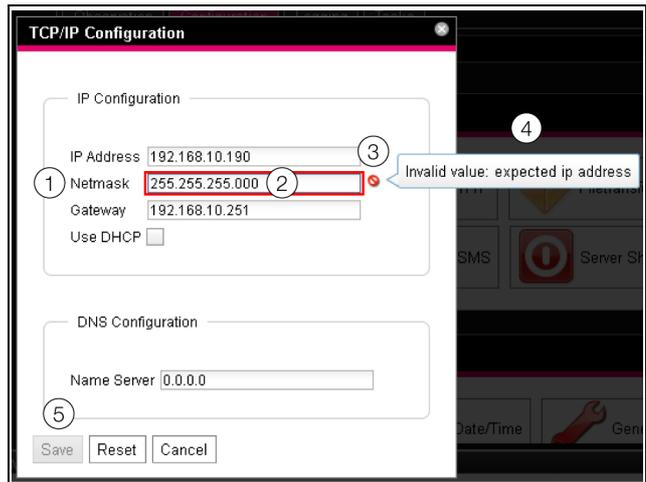

Abb. 33: Anzeige einer fehlerhaften Eingabe
- Hinter dem fehlerhaften Eintrag (Abb. 33, Pos. 2) im Feld **Netmask** (Abb. 33, Pos. 1) erscheint ein rotes „Verbotssymbol“ (Abb. 33, Pos. 3).
- Wenn Sie den Mauszeiger über das Verbotssymbol setzen, erscheint ein Hinweis mit Zusatzinformationen zum Fehler (Abb. 33, Pos. 4).
- Die Schaltfläche **Save** ist deaktiviert (Abb. 33, Pos. 5), so dass die aktuell hinterlegten Werte so nicht abgespeichert werden können.